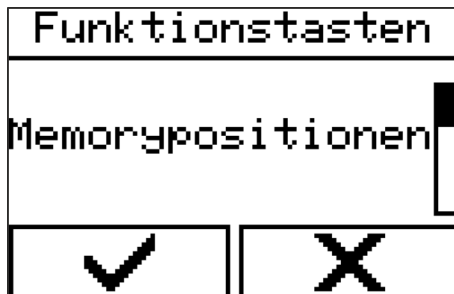

Abb. 39: Menü auswählen
1. → Menü über „Handschalter“ → „Premiumfunktionen“ → „Einstellungen der Funktionstasten“ → „Memorypositionen“ (Abb. 39) auswählen.